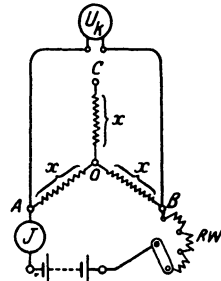

Abb. 18. Bestimmung der Widerstände bei Sternschaltung zu Aufgabe 77.
77. Drei unbekannte aber gleiche Widerstände sind, wie Abb. 18 zeigt, zu einem Stern vereinigt. Man schickt zu den Klemmen A und B einen Strom $J = 3$ [2] A, und mißt die Klemmenspannung $U_k = 9$ [6] V zwischen A und B .